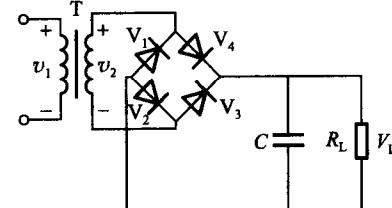

图 1-1
[例 1-2] 整流滤波电路如图 1-1 所示。试问：
(1) 在电容 C 足够大，即 $R_L C$ 值足够大时，通常估算 V_L 值为 $V_L \approx 1.2 V_2$ 。在图 1-1 中， V_L 的极性及电解电容器的极性都是上正下负。
(2) 如果整流二极管 V_2 虚焊，就成了由 V_1 、 V_3 进行半波整流的电容滤波电路，因滤波电容很大，输出电压 V_L 不是正常情况下的一半，而是 $V_L \approx V_2$ (稍低些)，流过二极管 V_1 的电流比正常值约大一倍。
(3) 如果把 V_2 的极性接反，则在负半周时，二极管 V_1 、 V_2 将变压器二次绕组短路，形成很大的电流，可能烧坏二极管、变压器，或将熔断器熔断。如果二极管是开路性损坏，则不会烧坏变压器。
(4) 如果 V_2 因过载损坏造成短路，将和(3)的情况接近，可能使 V_1 也损坏；如果 V_1 损坏后造成短路，将可能进一步烧坏变压器。
(5) 如果输出端短路，和(3)、(4)的情况类似。